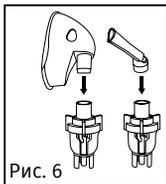

Рис. 6
8. Щільно з'єднати маску, загубник (ротовий мундштук), носову насадку з небулайзерною камерою (рис. 6).